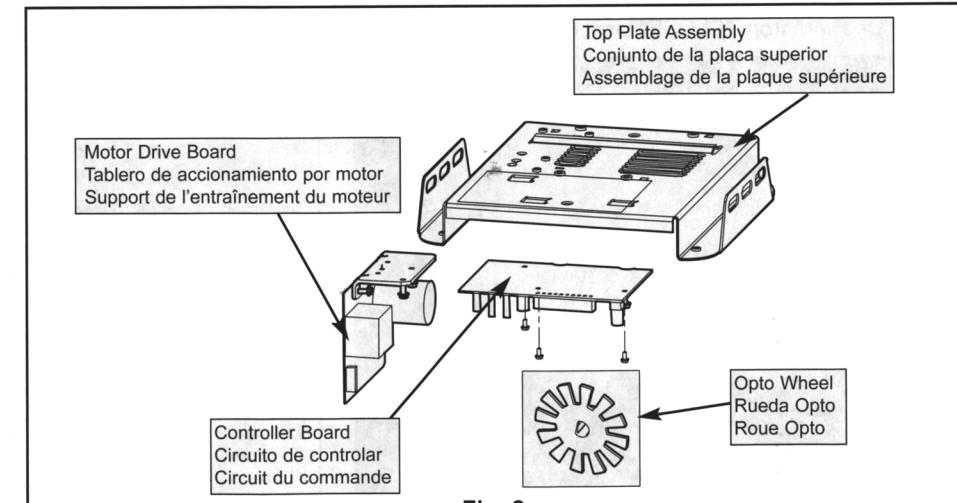

Fig. 2
5. Remove Controller Board (Fig. 2)
6. Install new Controller Board (Fig. 2)
5. Quitar el tablero regulador (Fig. 2)
6. Instalar el nuevo tablero regulador con la conexión de antena externa (Fig. 2)